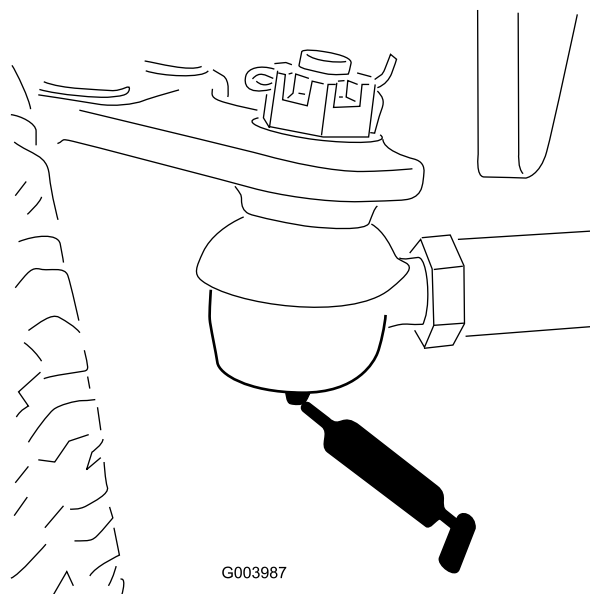

Рисунок 51
- Тяги заднего моста (2 шт.) (Рисунок 51)